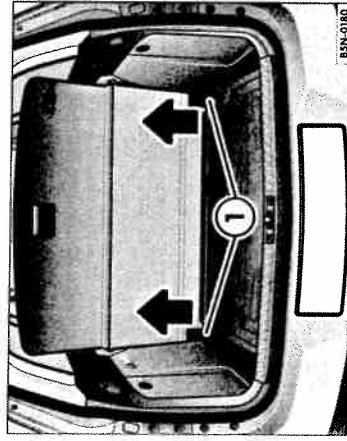

Fig. 114 Scoaterea mochetei portbagajului.
- Ridicați mocheta portbagajului și trageți-o în sensul indicat de săgeată, din bolțurile laterale ⇒ fig. 114 ①.